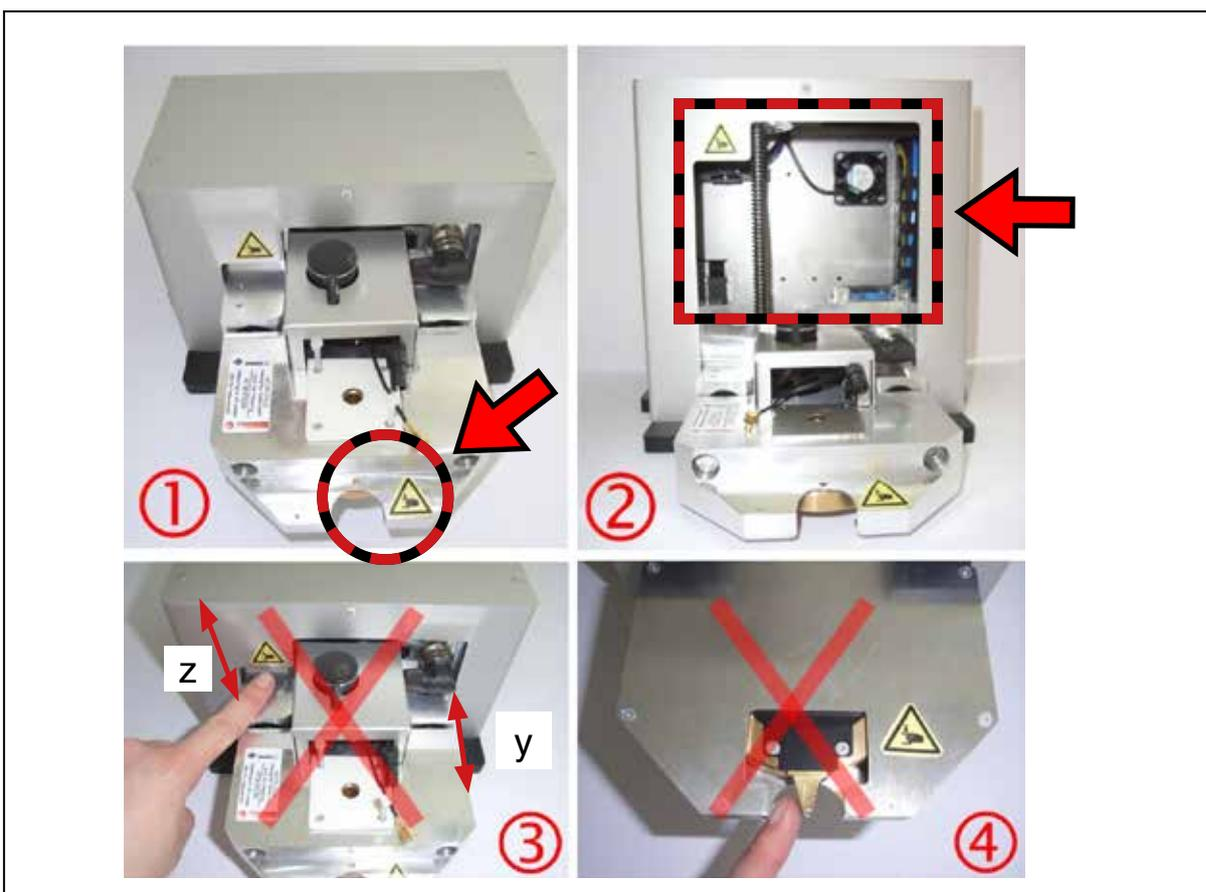

Abb. 5.1: Mögliche Gefahrenstellen am FocusMonitor
- ▶ Nicht in den Strahleneingang des Messgerätes fassen oder Gegenstände hineinhalten (Bilder 1 und 4 in Abb. 5.1).
- ▶ Im Messbetrieb nicht in den Verfahrbereich des Messkopfes fassen (Bilder 2 und 3 in Abb. 5.1).
Auf dem Gerät sind mögliche Gefahrenstellen (siehe Fotos 1 und 2 in Abb. 5.1) mit folgendem Piktogramm gekennzeichnet: